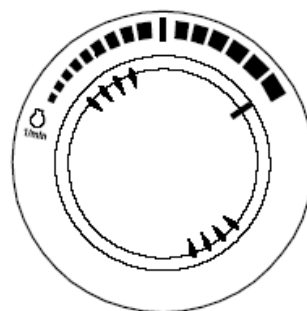

Рис. 31
1. Установить диск скорости двигателя (Рис. 31) на нужную скорость.